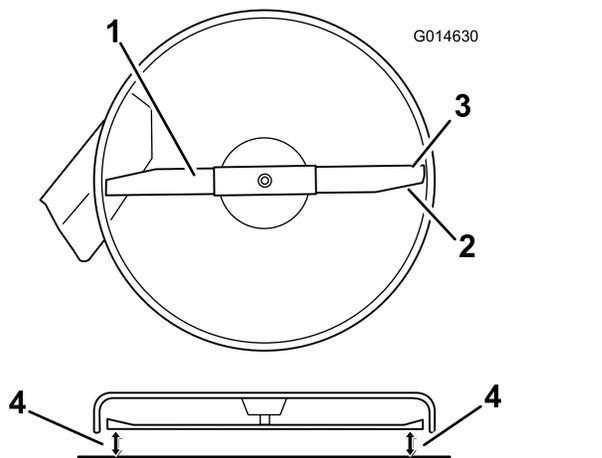
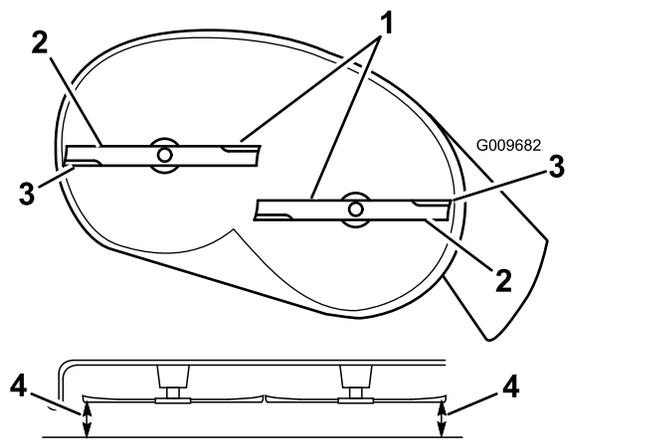

Figure 58
Figure 59
4. Faites pivoter la ou les lames avec précaution pour qu'elles soient toutes parallèles (Figure 58 et Figure 59).
5. Mesurez la distance entre les tranchants extérieurs et la surface plane (Figure 58 et Figure 59).